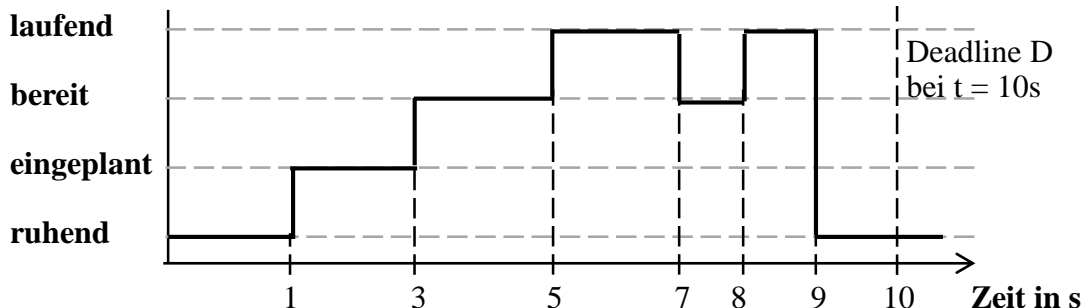

Bild 8.2: Verlauf Task Datenlogging
- b) Für die Task *Datenlogging* ist folgender Verlauf gegeben (Bild 8.2). Bestimmen Sie die maximale Antwortzeitdauer und die maximale Ausführzeitdauer.